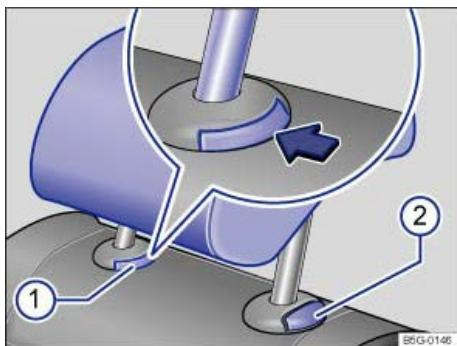

Abb. 65 Kopfstütze hinten ausbauen.
- Taste \Rightarrow Abb. 65(1) an der Kopfstützenführung drücken.
- Gleichzeitig die Taste (2) drücken, während eine zweite Person die Kopfstütze ganz herauszieht.
- Kopfstütze bei gedrückter Taste \Rightarrow Abb. 65(2) nach unten schieben.